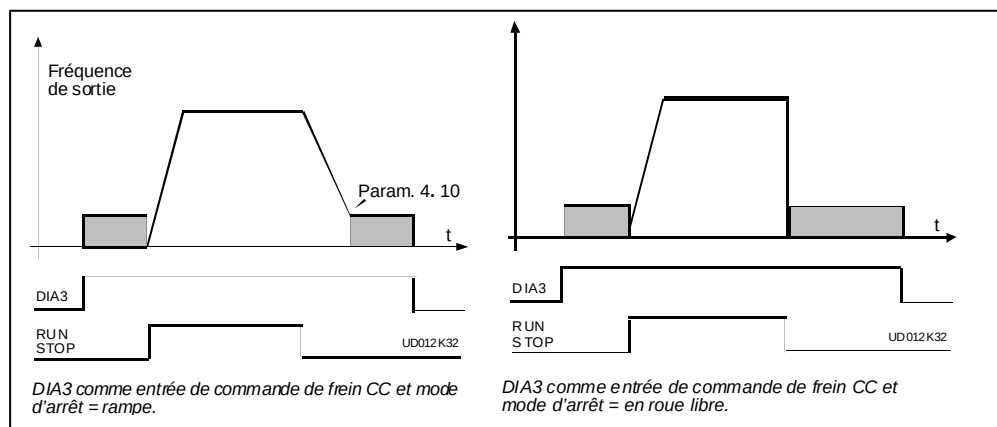

Figure 4.5-1 DIA3 comme entrée de commande de freinage à CC:
| contact fermé | = | Dans le mode d'arrêt, le freinage à courant continu opère jusqu'à ce que le contact soit ouvert, voir figure 4.5-1. Le courant de freinage à courant continu est réglé avec paramètre 4.8. |
- 9 :** Commande de freinage à courant continu contact fermé = Dans le mode d'arrêt, le freinage à courant continu opère jusqu'à ce que le contact soit ouvert, voir figure 4.5-1. Le courant de freinage à courant continu est réglé avec paramètre 4.8.